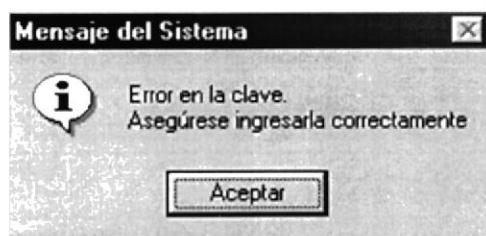

Figura 4.8 Mensaje de información de error de clave
13. Si el usuario a ingresa mal la clave se emitirá el siguiente mensaje (ver figura 4.8)